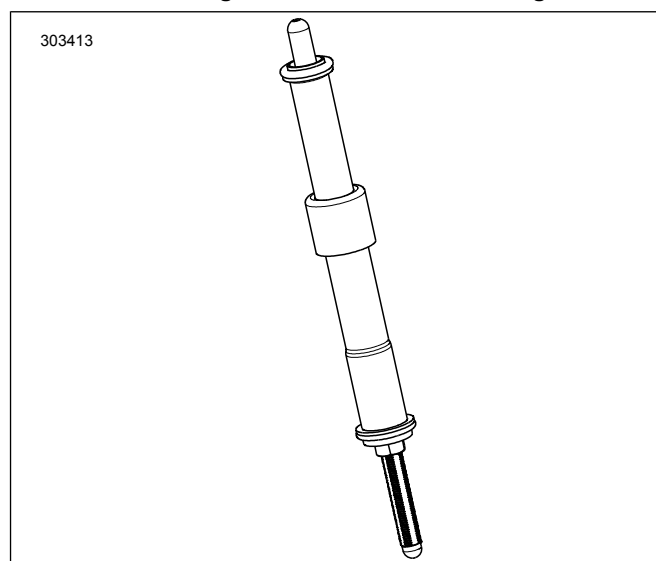

Abbildung 4. Stößelstange im in die Stößelstangenführung eingeführten Zustand
7. Siehe Abbildung 4. Die Einlassventilstößelstangen in die Stößelstangenführungen einführen. Die O-Ringe, die untere Stößelstangenführung und das Kegelstück der Federabdeckung gegen neue Komponenten aus diesem Satz austauschen. Darauf achten, dass die Spannerseite der Stößelstange unten liegt.